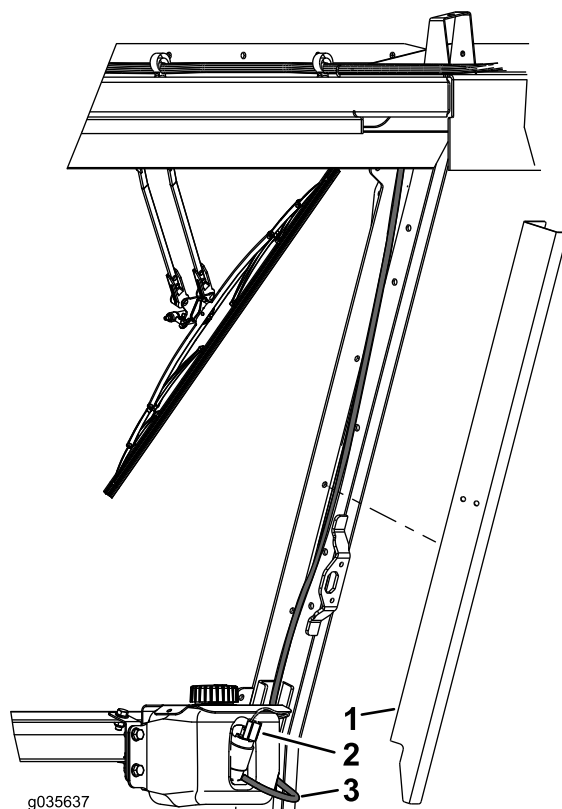

Figura 8
3. Retire la cubierta del borne (Figura 8).
4. Conecte la manguera a la bomba del depósito y llévela al motor del limpiaparabrisas (Figura 8).
5. Enchufe el conector del arnés en la bomba del depósito (Figura 8).
9. Instale la cubierta en el borne (Figura 8).